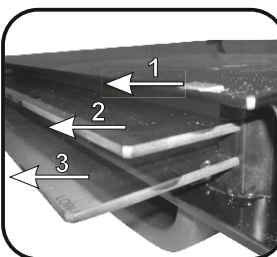

Figure 6
- * Для духовых шкафов с пиролитической очисткой, пожалуйста, снимите также второе и третье стекла, как указано на рисунке 6 (Figure 6)